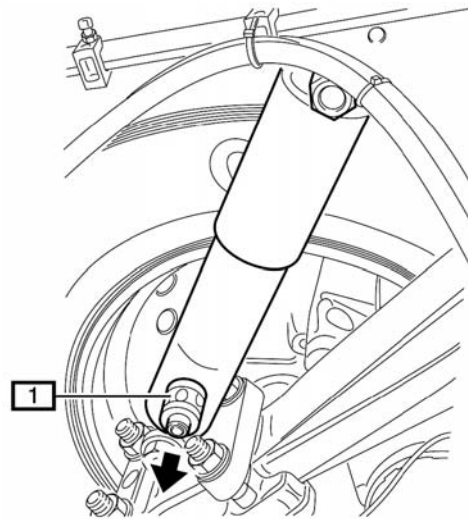

Fig. 9: 1 Anschlusssockel / Connection base / Socle de raccordement / Zócalo de conexión
- Fig. 9 Schraube der oberen Stoßdämpferbefestigung lösen und entfernen.
- Fig. 9 Loosen and remove screw on upper shock absorber attachment.
- Fig. 9 Desserrer et enlever la vis de la fixation supérieure de l'amortisseur.
- Fig. 9 Soltar y retirar el tornillo de la sujeción superior del amortiguador.